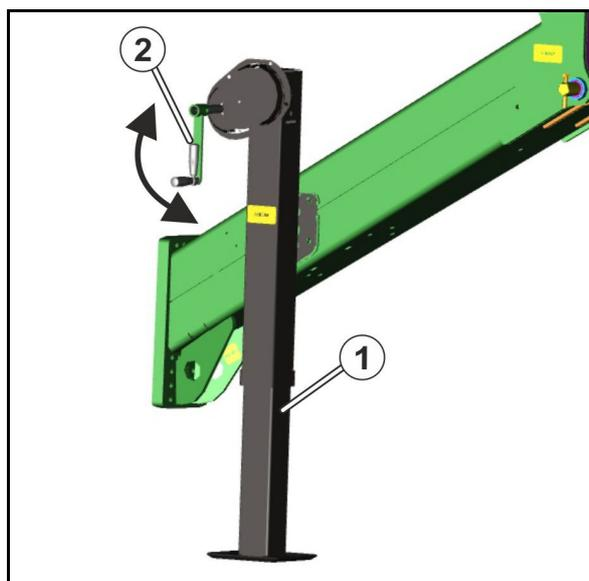

Fig. 54
- la commutation de voie de jalonnage bloque au niveau de la tête de distribution, via les clapets (Fig. 54/1), la distribution de semences vers les conduites de descente (Fig. 54/2) des socs jalonneurs
L'acheminement des semences aux socs jalonneurs est interrompu dès que le moteur électrique (Fig. 54/3) obture les conduites de descente de semences correspondantes (Fig. 54/2) dans la tête de distribution.
Un capteur (Fig. 54/4) vérifie si les clapets (Fig. 54/1), qui ouvrent et ferment les conduites de descente de semences (Fig. 54/2), fonctionnent correctement.